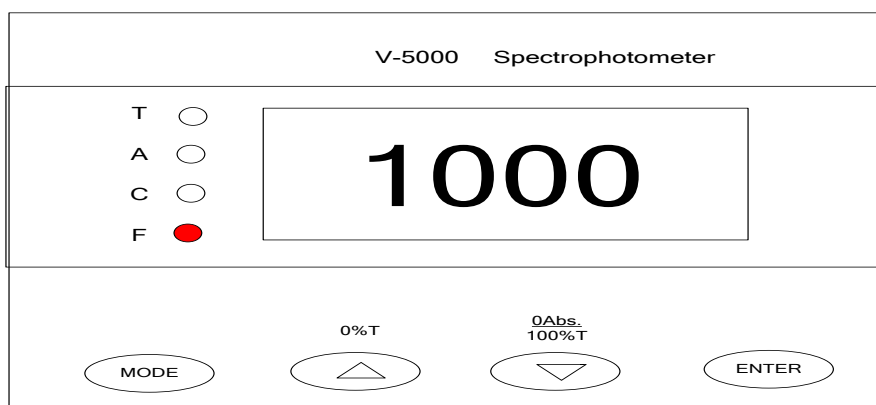
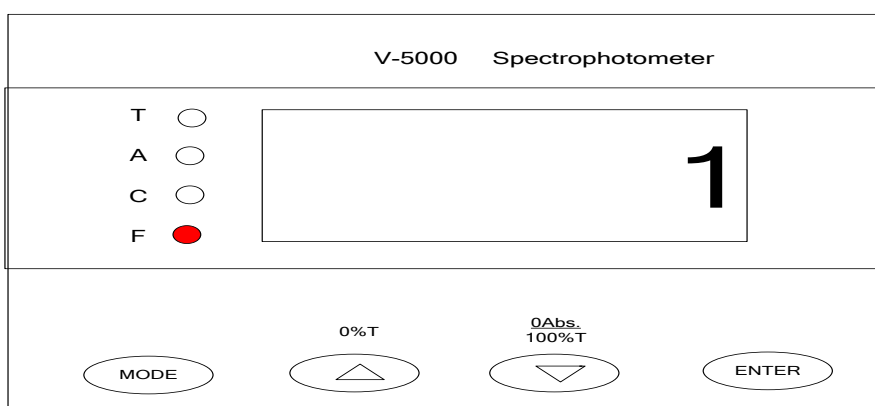

Fig.1-11
Fig.1-12
- b. Diminuer les valeurs (seulement en mode F). Appuyez sur cette touche et la valeur de F diminuera de 1 (Fig.1-11 & Fig.1-12). Maintenir cette touche diminuera la valeur plus rapidement. La valeur minimale de F est de 1.